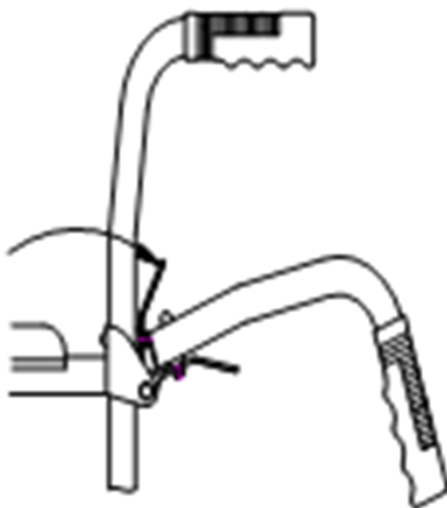

Figure 8
- Si vous achetez un fauteuil roulant équipé d'un accoudoir arrière pliable en forme de E, soutenez légèrement la poignée arrière d'une main lorsque vous la pliez, et tirez la poignée de pliage vers l'arrière avec l'autre main jusqu'à ce que la goupille soit libérée du châssis et que la poignée arrière puisse être pliée vers le bas ; lors de la remise en place, il suffit de faire pivoter la poignée vers le haut jusqu'à l'état de remise en place pour la verrouiller et la fixer. (Voir figure 8).